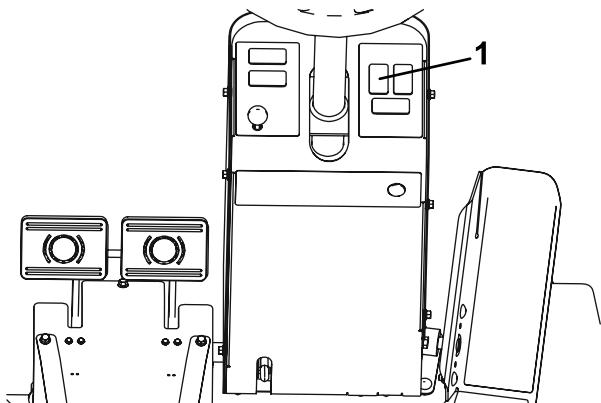

Figura 2
- A partir o lado inferior do painel de instrumentos da coluna de direcção, pressione o tampão para fora do orifício indicado em Figura 2.